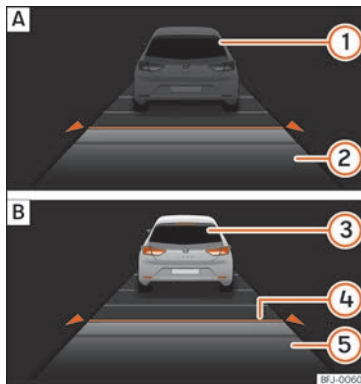
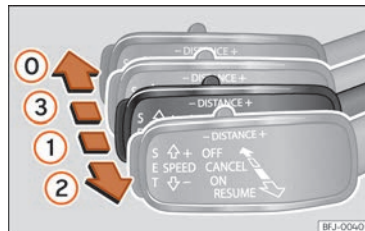
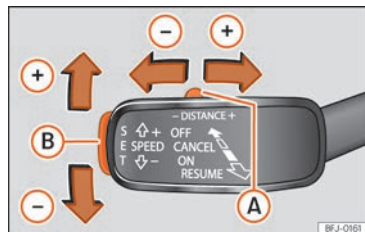

Abb. 263 Am Bildschirm des Kombi-Instrumenten: **A** ACC inaktiv (Standby). **B** ACC aktiv.
Abb. 265 Links an der Lenksäule: dritter Hebel für die Bedienung der ACC.
Abb. 266 Links an der Lenksäule: dritter Hebel für die Bedienung der ACC.
Bildschirmanzeigen »» **Abb. 263**:
Wenn die ACC eingeschaltet ist, schaltet sich auf der Schalttafel die grüne Kontrollleuchte ein (☺) und auf dem Bildschirm werden die programmierte Geschwindigkeit und der Zustand der ACC angezeigt » Abb. 263. »
- Um die ACC zu aktivieren, bewegen Sie den Hebel in die Position **ON** »» Abb. 265 ①. Zu
- Drücken Sie anschließend die Taste **SET** »» Abb. 266 ② oder bewegen Sie den Hebel in die Position **RESUME** »» Abb. 265 ②. In diesem Moment wird die ACC aktiviert und die aktuelle Geschwindigkeit und der Abstand werden programmiert. Die Anzeige am Kombi-Instrument wechselt in den Modus Aktiv »» Abb. 263 ③.
- Zur Programmierung der Geschwindigkeit schieben Sie den dritten Hebel nach oben (+) oder nach unten (-) bis zur gewünschten Geschwindigkeit »» Abb. 263 ④. Die Einstellung der Geschwindigkeit erfolgt in Schritten von 10 km/h (6 mph).
- Falls Sie die Geschwindigkeit in Schritten von 1 km/h (0,6 mph) erhöhen möchten, bewegen Sie den Hebel in die Position **RESUME** »» Abb. 265 ② bzw. drücken Sie zur Reduzierung die Taste **SET** »» Abb. 266 ②.
- Um das Abstandslevel zu erhöhen oder zu reduzieren, bewegen Sie die Taste **A** nach rechts oder links »» Abb. 266.
Am Bildschirm des Kombi-Instruments wird das ausgewählte Abstandslevel geändert »» Abb. 263 ④. Sie können aus 5 verschiedenen Abstandsleveln auswählen. SEAT empfiehlt das Level 3. Der programmierte Abstand kann während der Fahrt oder bei Fahrzeugstillstand geändert werden »» △.
- Um die ACC zu deaktivieren, bewegen Sie den Hebel in die Position **OFF** (fest) »» Abb. 265 ⑤. In diesem Moment erscheint der Text **ACC deaktiviert** und die Funktion ist vollständig deaktiviert.